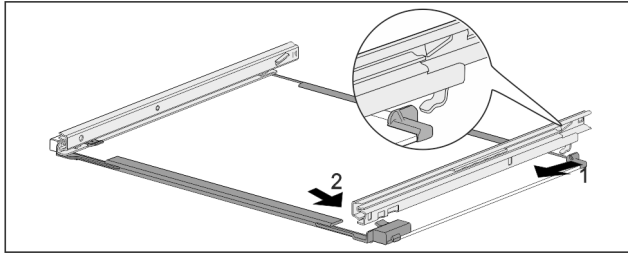

Fig. 206 Raylar bulunan cam plaka
- Rayı arkadan kancaya geçirin. Fig. 206 (1)
- Rayı önde yerine oturtun. Fig. 206 (2)